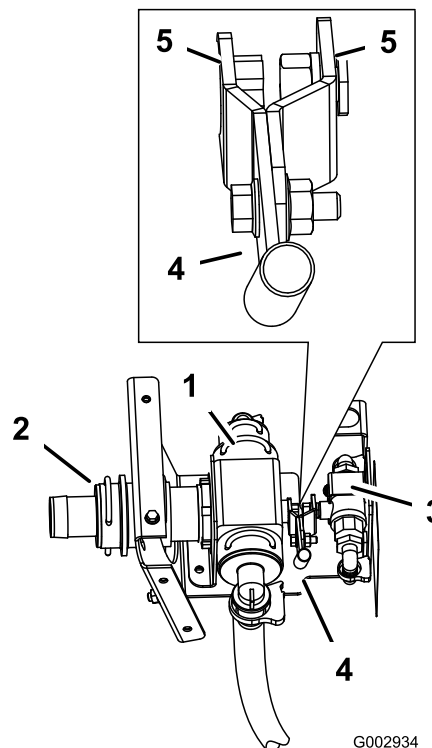

Figura 41
2. Conecte el extremo del conjunto de la palanca, que forma parte del conjunto de válvula de bola pequeña, al conjunto de la válvula de control (Figura 41).